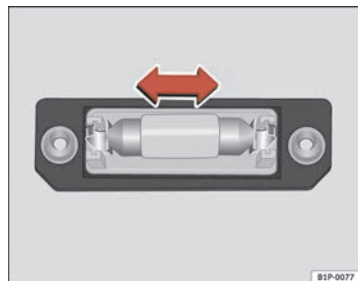

Fig. 240 Luce targa
- Rimuovere la lampada, movendola verso l'esterno nel senso della freccia ⇒ fig. 240.